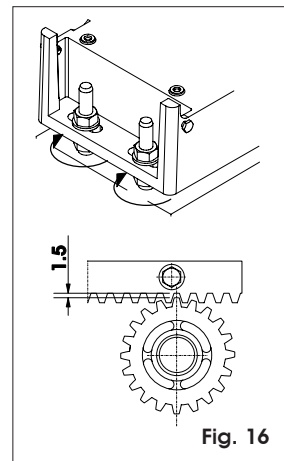

Fig. 16
- Terminata l'installazione della cremagliera, per garantire un corretto ingranamento con il pignone, è opportuno abbassare di circa 1,5 mm (Fig.16) la posizione del motoriduttore.